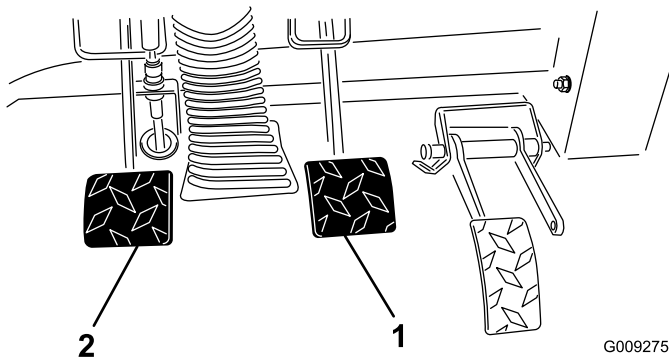

Рисунок 69
2. Поднимите педаль тормоза, (Рисунок 69) пока она не коснется рамы.